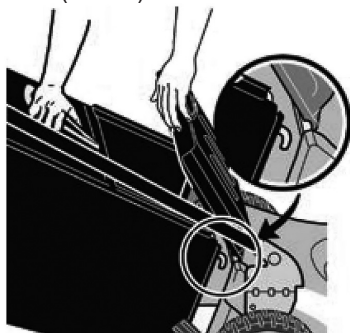

Рис. 9 Установка травосборника
8. Если планируется сбор травы в травосборник - установите травосборник. Для этого одной рукой возьмите травосборник за рукоятку, другой рукой поднимите вверх заднюю крышку деки газонокосилки, зацепите крючки травосборника за ось задней крышки деки газонокосилки, после чего отпустите травосборник и медленно отпустите заднюю крышку деки газонокосилки (Рис. 9).